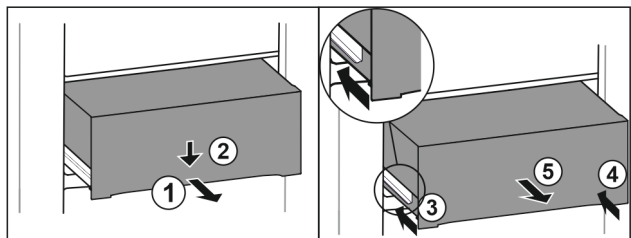

Fig. 70
- Zásuvku napůl vytáhněte. Fig. 70 (1)
- Stlačte zásuvku na přední straně dolů. Fig. 70 (2)
- Zasuňte levou kolejničku přibližně do 2 cm. Fig. 70 (3)
- Zasuňte pravou kolejničku přibližně do 2 cm. Fig. 70 (4)
- Vyjměte zásuvku dopředu. Fig. 70 (5)